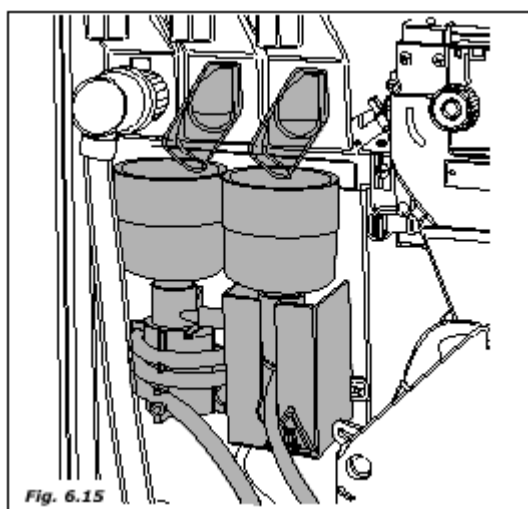

Fig. 6.15
- по окончании залива воды, запускается цикл очистки смешивающей установки для заполнения всех контуров и удаления осадка из бойлера (рис. 6.15).